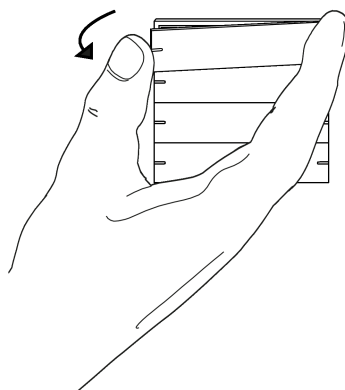

Bild 6: Demontera användningsvippkontakten
- Lossa användningsvippkontakten genom att dra av den från touchsensorn från en riktning (se bild 6).